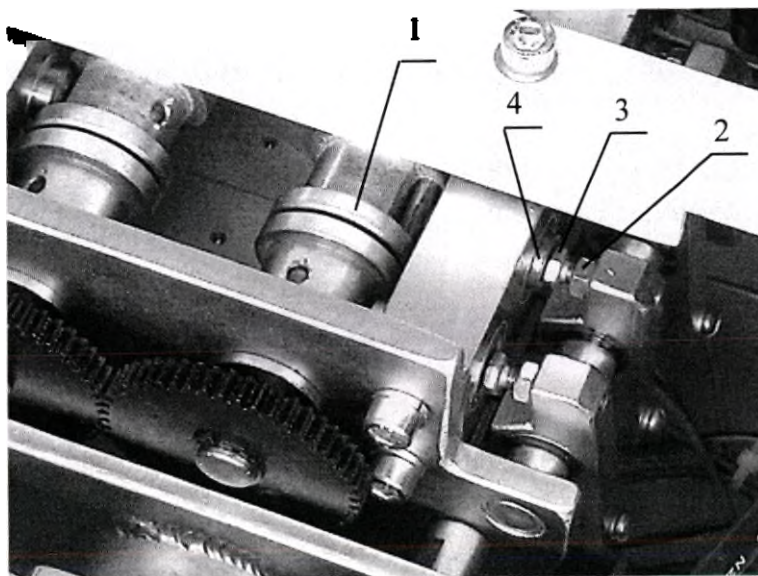

Рисунок 22. Регулировка клапанов гидрораспределителей.
- нажимая на педаль выбора движений, определите разрегулированный клапан гидрораспределителя. При этом один из кулачков 1 (Рисунок 22) распределительного вала должен нажимать плунжер 4, воздействующий через рычаг на разрегулированный клапан;